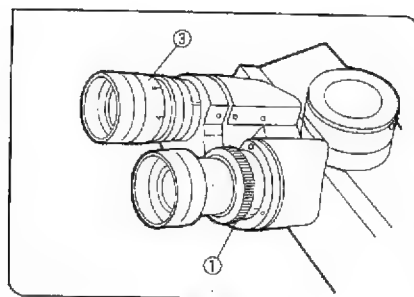

図 69
(図69, 70)
(図69)
- 3) もう一方の接眼レンズを覗き、接眼レンズの視度調整環③を回して、標本にピントを合わせます。(図69)